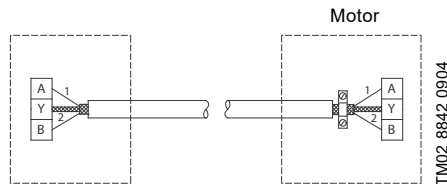

Fig. 12 Conexión con cable apantallado de 2 conductores
- Si se ha empleado un cable de 2 conductores en la instalación existente, conéctelo como se indica en la fig. 12.